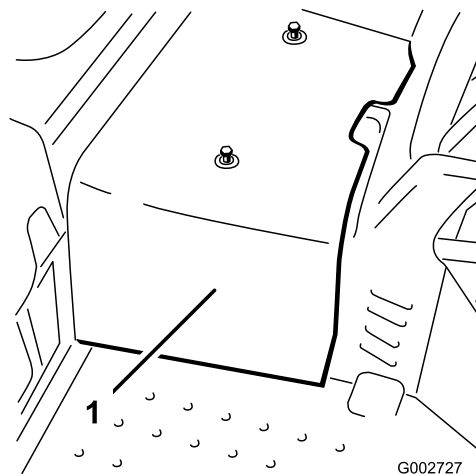

Bild 33
2. Lösen Sie die zwei Schrauben, mit denen die mittlere Haube an der Maschine befestigt ist, und nehmen Sie die Haube ab (Bild 33).